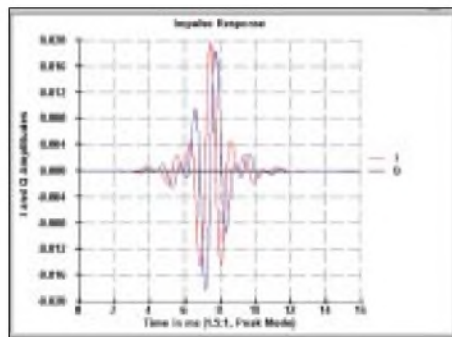

Bild 3: Impulsantwort eines komplexen FIR-Filters. I = In Phase-; Q = Quadratur-Filter (2 · 495 Taps)
Sieht man sich nach Software (SW) um, so ist darauf zu achten, daß diese eine für die Anwender der Phasenmethode wichtige Transformation beherrscht, die sogenannte „Hilbert-Transformation“, welche es gestattet, aus einem „In-Phase“-Filterdatensatz einen „Quadratur“-Datensatz zu erzeugen, der eingelesene Daten im DSP um 90° verschiebt. Damit kann man die für einen SSB-Empfänger notwendigen zwei Filterdatensätze mit gleichem Frequenzgang, aber unterschiedlicher Impulsantwort (Bild 3) erzeugen. Diese Kurven können als Antwort eines Systems auf einen Abtastpuls verstanden werden.